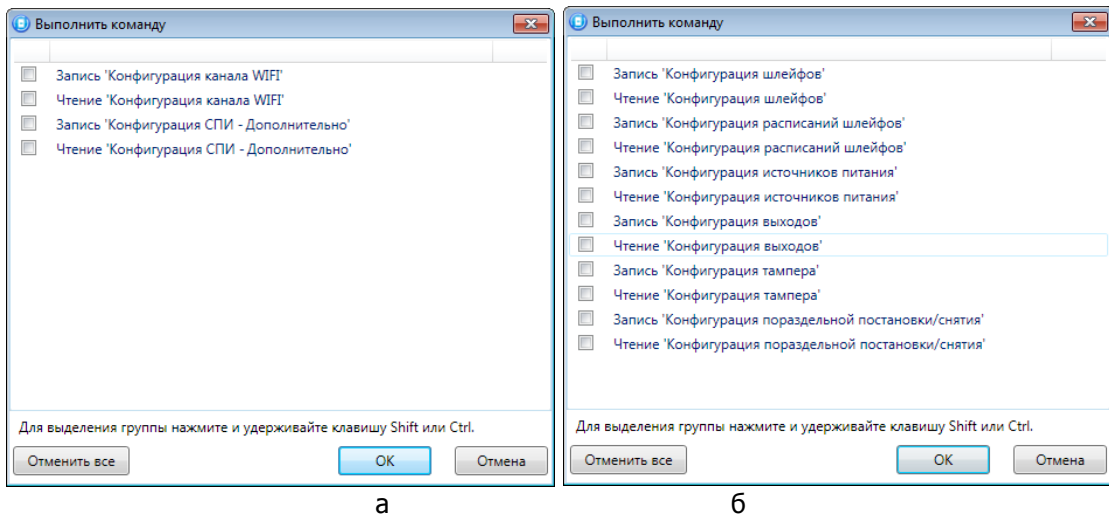

Рисунок 5.38 – Окно *Выполнить команду* (а — конфигурация ПОО, б — конфигурация ППК)
**Выполнить команду:** открытие окна *Выполнить команду* (см. рисунок 5.38), с помощью которого могут быть записаны или считаны отдельные группы параметров (актуально при медленной скорости передачи данных или тарификации по объему передачи данных).